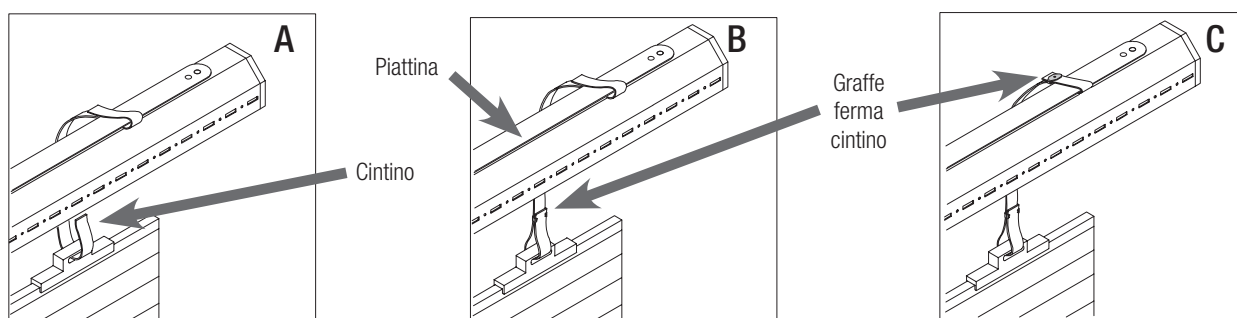

Fig. 18
1. Fare passare il cintino attraverso il passaggio nella tapparella (Fig. 18 rif. A).
3. Fare passare il cintino prima sotto poi sopra la piattina del rullo (Fig. 18 rif. A-B).
4. Inserire le graffe e regolare la lunghezza del cintino in modo che questo sia leggermente tirato (Fig. 18 rif. B-C).
5. Stringere le graffe ferma cintino con una pinza (Fig. 18 rif. C).